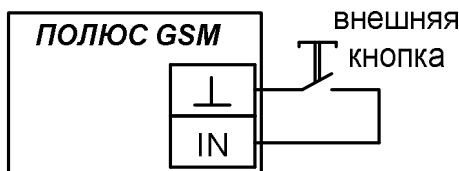

Рис. 10 Схема подключения внешней кнопки
- При необходимости произведите монтаж внешней кнопки. Схема подключения – см. рис. 10.